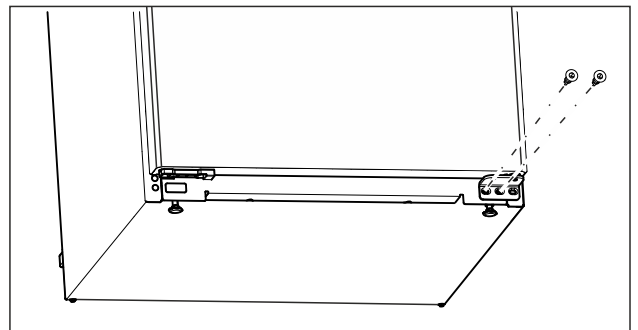

Fig. 7
- ▶ Draai de middelste schroef op de onderste lagersteun los met een Torx 20-schroevendraaier. (zie Fig. 7)
- ▶ Draai de binnenste schroef van de onderste lagersteun los met een Torx 20-schroevendraaier. (zie Fig. 7)